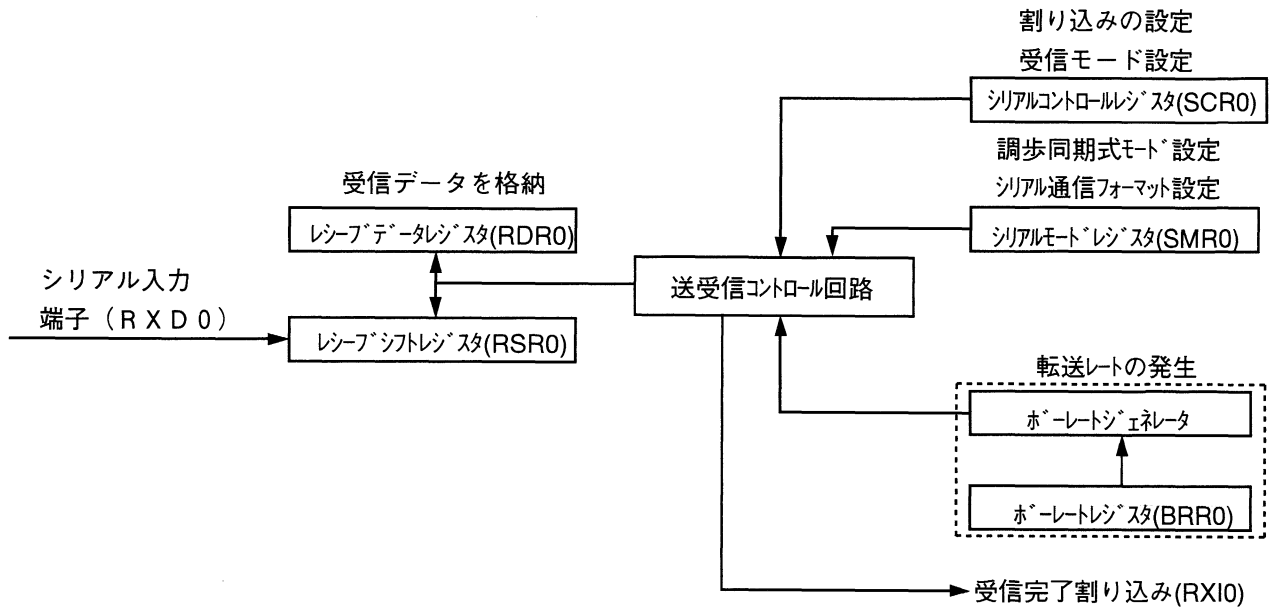

図 3 S C I 受信ブロック図
- (b) 図 3 に本タスク例で使用する S C I の受信ブロック図を示します。